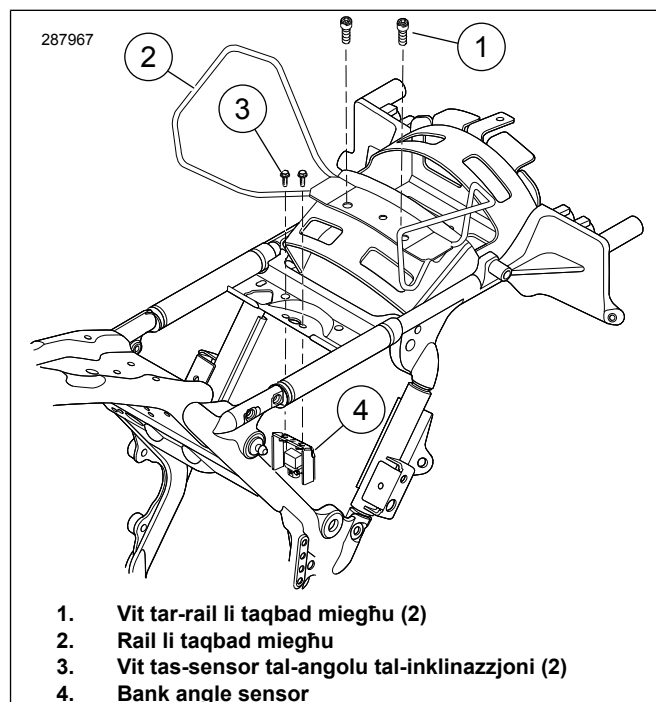

Figura 1. Neħhi l-Viti tas-Sensur tal-Angolu tal-Inklinazzjoni
5. **Jekk m'għammra b'rail li taqbad miegħu:** Ara Figura 1. Neħhi l-viti tar-rail li taqbad miegħu (1) u armihom.
7. **Mudelli tal-2009 - 2018:** Neħhi l-viti (3) filwaqt li żżomm BAS il-brekit (4).